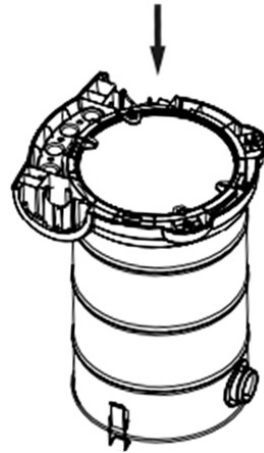

Fig. 2 – Posicionamiento para el montaje de las ruedas
- Para facilitar el montaje, dejar el lugar donde se instalarán las ruedas hacia arriba (Fig. 2).